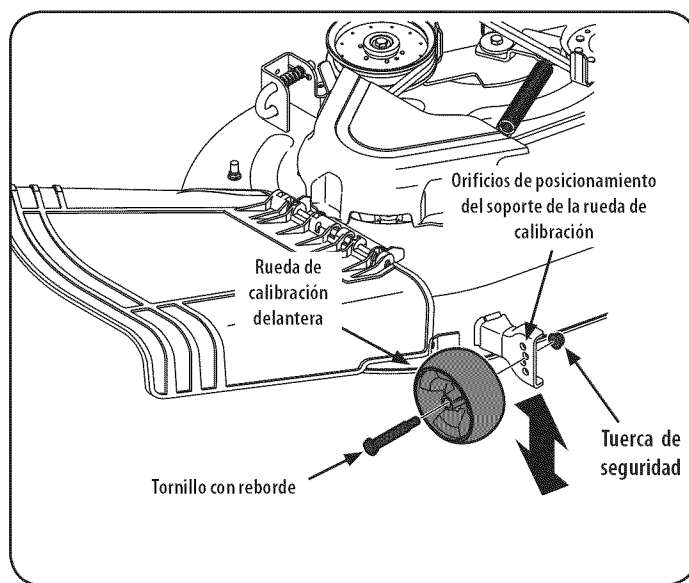

Figura 26
- Retire la tuerca de seguridad con brida que fija el perno con reborde de la rueda de calibración delantera a la plataforma. Retire la rueda de calibración y el perno con reborde. Consulte la Figura 26.